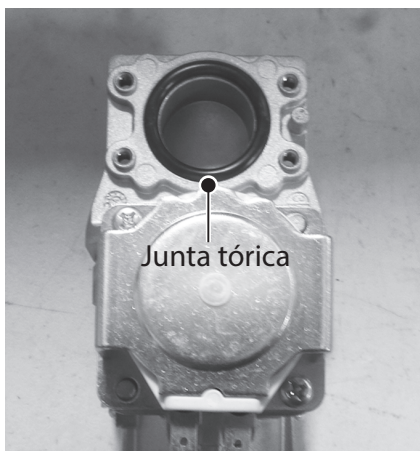

Figura 92 - Reemplazo de la junta tórica (una junta tórica)
- 21** Ubique la nueva válvula de gas y las juntas tóricas (3) de la válvula de gas que se incluyen con el kit. Instale una de las nuevas juntas tóricas en la válvula de gas, como se muestra en la Figura 92.